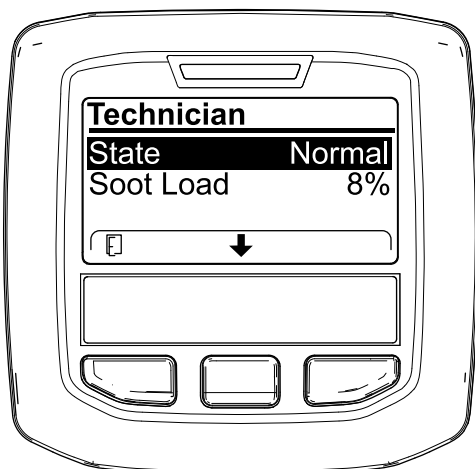

Figura 34
- Utilice la tabla de funcionamiento del DPF para consultar el estado actual del DPF (Figura 34).